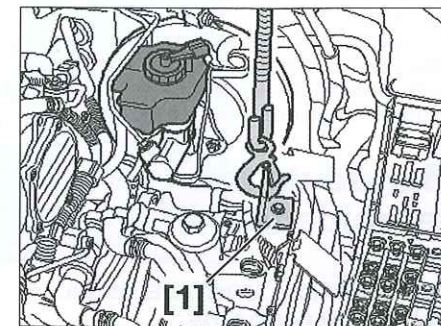

Fig. 4
- Fijar el gancho suplementario [1] en la parte tras. de recepción del soporte de batería (Fig.4).